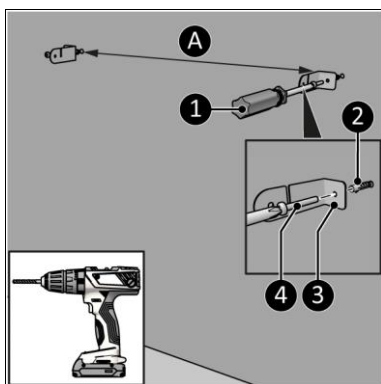

Figure 10
4. Percez deux trous à au moins 610 mm au-dessus du sol et à une distance de (Figure 10, pos. A) :
5. Insérez les chevilles (Figure 10, pos. 2).
6. Vissez et serrez un support gauche et un support droit (Figure 10, pos. 3) au mur avec une grande vis (Figure 10, pos. 4) en utilisant un tournevis Phillips (Figure 10, pos. 1).